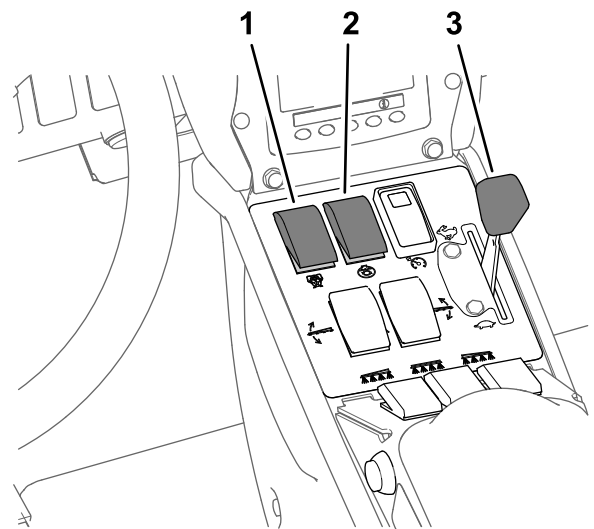

图 40
- 将搅拌开关和喷洒泵开关设定至开启位置 图 40。
- 将节流阀设定至快速位置 图 40。
**注意** 此程序假定喷洒泵是打开的请参阅 以喷洒率模式喷洒 \(页码 31\) 中的 图 40。
4. 调节节流阀到所需的发动机转速进行喷洒请参阅 以喷洒率模式喷洒 \(页码 31\) 中的图 40。